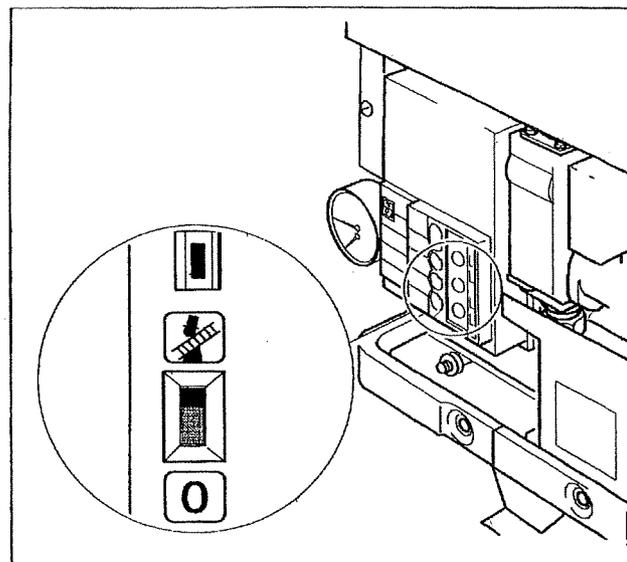

Fig. 19 Interruttore "spazzacamino"
- ◆ Spostare l'interruttore "spazzacamino" (Fig. 19) nella posizione con il simbolo dello spazzacamino.